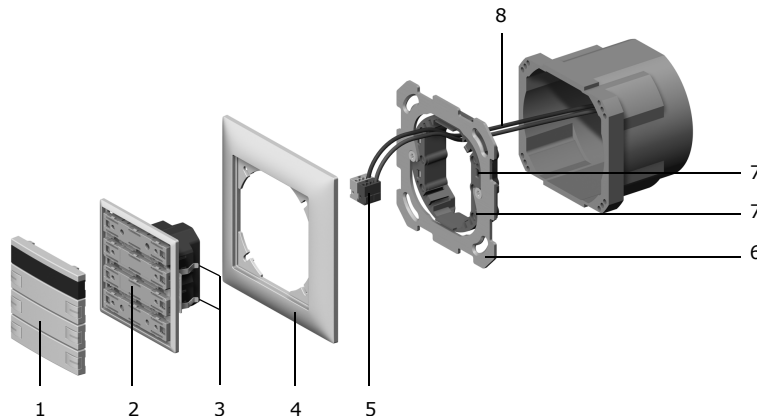

Fig. 1 Einbau | Montage | Montaggio
1. Mantel der Busleitung (8, Fig. 1) ca. 25 - 35 mm abisolieren, ebenso die Busleiter ca. 5 mm abisolieren.
2. Busleiter an die EIB-Klemme (5) anschliessen (rot an "+" und schwarz an "-").
3. Montageaufnahme mit Haltering (6) in den Einlasskasten oder auf die Anschlussdose an der Wand montieren.
4. Busleitung (8) mit der EIB-Klemme (5) durch den Abdeckrahmen (4) führen und mit der Bedienoberfläche (2) verbinden.
5. Bedienoberfläche (2) mit Bedientasten/IR-Fenster (1) und Abdeckrahmen (4) so auf die Montageaufnahme (6) aufsetzen, dass die Haltefedern (3) der Bedienoberfläche in die Schlitze (7) des Halterings zu liegen kommen.
6. Bedienoberfläche (2) an die Montageaufnahme (6) andrücken, bis die Haltefedern (3) einrasten.
1. Dénuder la gaine de la ligne de bus (8, Fig. 1) sur 25 à 35 mm, dénuder également les conducteurs de bus sur environ 5 mm.
2. Connecter les conducteurs de bus à la borne EIB (5) (rouge sur "+" et noir sur "-").
3. Monter le support de montage avec bague de fixation (6) dans la boîte d'encastrement ou sur la boîte de raccordement au mur.
4. Faire passer la ligne de bus (8) avec la borne EIB (5) à travers le cadre (4) et la connecter à l'interface utilisateur (2).
5. Monter l'interface utilisateur (2) avec les touches de commande/la fenêtre IR (1) et le cadre (4) sur le support de montage (6) de façon que les ressorts coudés (3) de l'interface utilisateur se placent dans les encoches (7) de la bague de fixation.
6. Presser l'interface utilisateur (2) contre le support de montage (6) jusqu'à ce que les ressorts coudés (3) s'enclenchent.
1. Spelare il cavo bus (8, Fig. 1) per circa 25 - 35 mm, ed anche il conduttore del bus per circa 5 mm.
2. Collegare il conduttore bus al morsetto EIB (5) (rosso con "+" e nero con "-").
3. Montare l'alloggiamento di montaggio (6) con l'anello di ritegno nella scatola incassata o sulla presa a muro.
4. Introdurre il cavo del bus (8) con il morsetto EIB (5) attraverso il telaio di copertura (4) e collegarlo con la tastiera (2).
5. Applicare la tastiera (2) con i tasti di comando/la finestra IR (1) e il telaio di copertura (4) sull'alloggiamento di comando (6) in modo che le linguette (3) della tastiera si innestino negli interstizi (7) dell'anello di ritegno.
6. Premere la tastiera (2) sull'alloggiamento (6) fino a far innestare in sede le linguette (3).